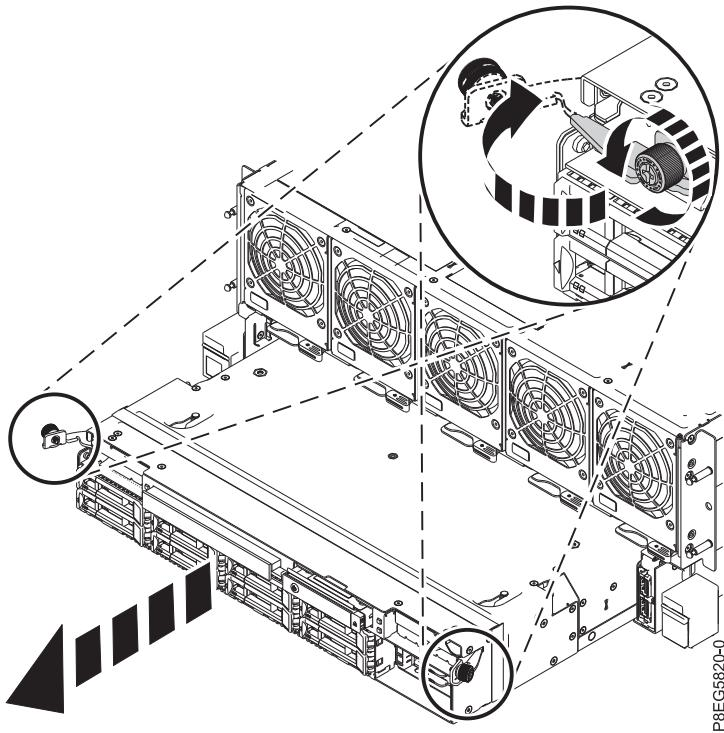

図 9. システムからの RAID アセンブリーの取り外し
2. 図 9 に示すように、RAID アセンブリーのつまみねじを回して緩めます。